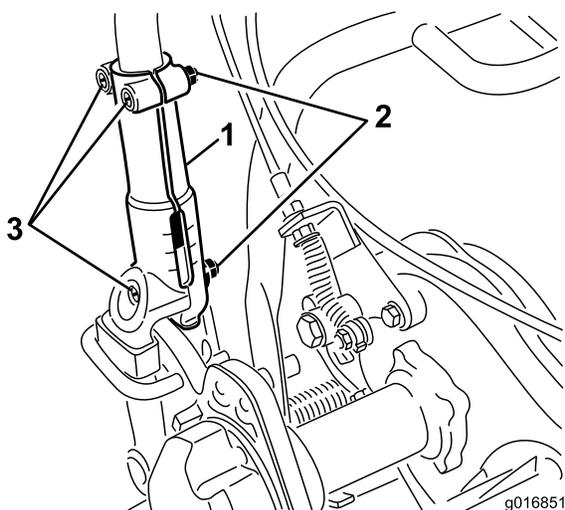

Рисунок 24
1. Ослабьте 3 каретных болта и гайки, которые фиксируют в зажимах каждую сторону рукоятки (Рисунок 24).